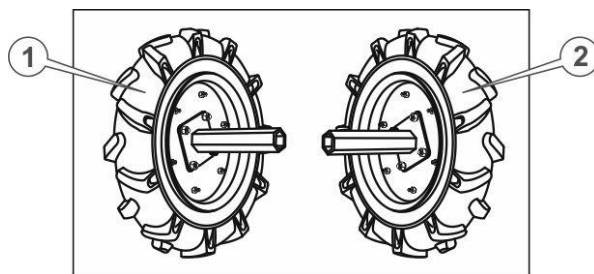

Рисунок 5.1 – Ліве та праве колесо
4. Приєднати маточини коліс до колісних дисків за допомогою болтів, надійно затягнути всі з'єднання на колесах (див. рис. 5.1). Водночас необхідно пам'ятати, що на колеса встановлені пневматичні шини зі спрямованим малюнком протектора типу «ялинка». Встановлення коліс необхідно виконувати так, щоб споглядаючи на мотоблок зверху, «вістрія» цієї «ялинки» були спрямовані вперед (див. рис. 5.1), крім того, вентиля для накачування камер повинні перебувати з зовнішнього боку колеса.